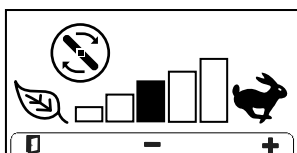

Figura 27
- **Ecran pentru viteza lamei (Figura 27):** apăsați butonul pentru a accesa acest ecran și apăsați pentru a ajusta viteza lamei unității de tăiere. Acest ecran poate fi accesat doar atunci când Smart Power este decuplat.